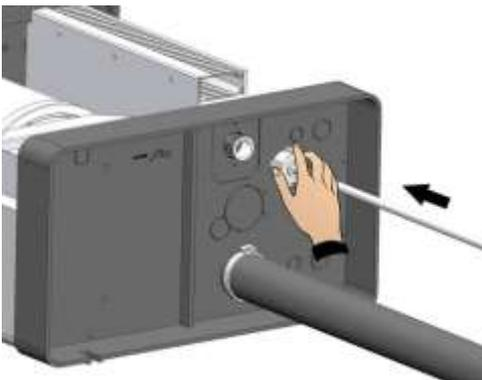

Fig. 11
7. Connectez la ligne d'amenée de l'eau au raccord  $\frac{3}{4}$  GAZ de l'électrovanne située sous l'humidificateur (fig. 11 et 12).